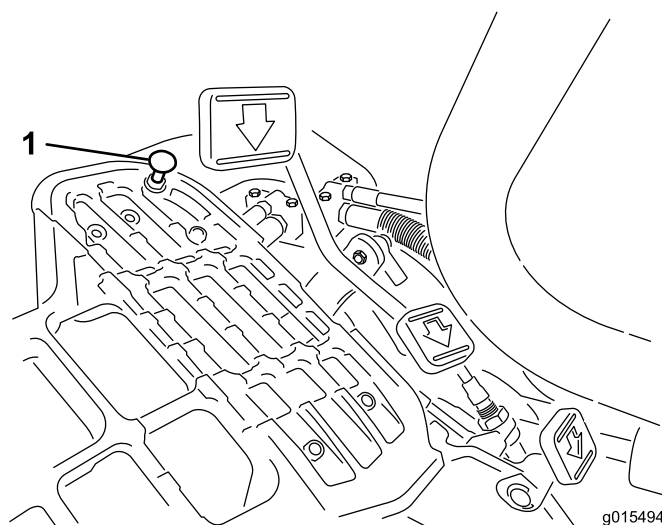

Figure 49
Enfoncez la pédale de déplacement. Si la pédale touche la butée (Figure 49) avant que la tension soit ressentie sur le câble, un réglage est requis.
1. Desserrez les contre-écrous à embase qui fixent la butée de pédale au plancher (Figure 49).